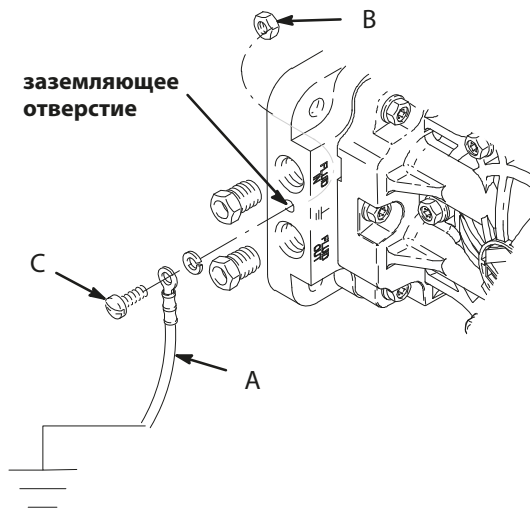

Рис. 1
Насосы из полипропилена и PVDF **не** проводят ток. При перекачивании токопроводящих легковоспламеняемых жидкостей **всегда** заземляйте всю гидравлическую систему, обеспечивая электрический путь к фактическому грунтовому заземлению. См. рис. 1. **Никогда** не используйте насос из полипропилена или PVDF с непроводящими ток горючими жидкостями согласно требованиям местных правил противопожарной безопасности.
Насос. Соедините провод заземления (A) и зажим, деталь № 222011. См. рис. 1. Точки заземления насоса находятся на коллекторе между впускным и выпускным отверстиями. Воспользуйтесь гайкой (B) и болтом (C), предоставляемыми вместе с насосом, и установите насос указанным ниже образом.